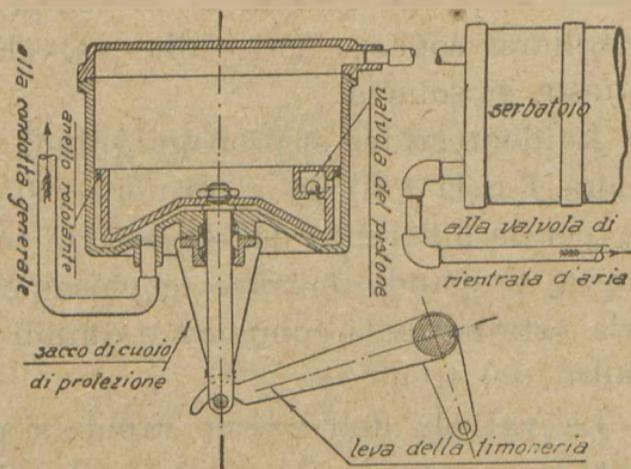

Fig. 39
85. Tranne il dettaglio costruttivo che si può rilevare nella (*Fig. 39*) nulla di particolare c'è da osservare nel cilindro del freno. Solo si fa notare che anche per questo, come per la valvola dell'azio-